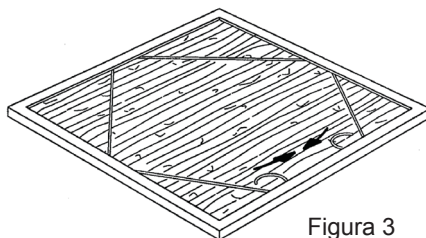

Figura 3
- Precionar hacia dentro el muelle de sujeción (ver figura 3).